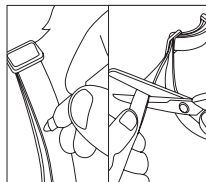

Fig. 4
3. Dopo aver regolato il collare all'adeguata misura, è possibile tagliare la lunghezza in eccesso (Fig. 4).